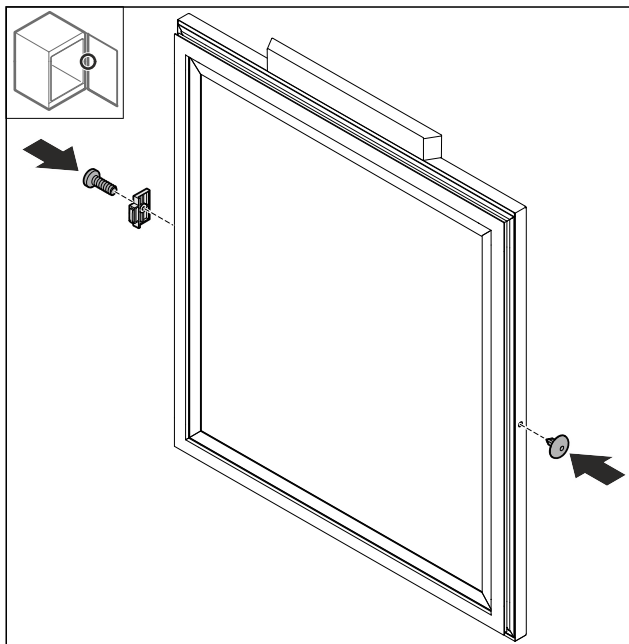

Fig. 70
- ▶ Za 180° obrnjen nastavek za vrata Fig. 70 (1) namestite na nasprotni strani.
- ▶ Pokrov Fig. 70 (2) vstavite na nasprotni strani.